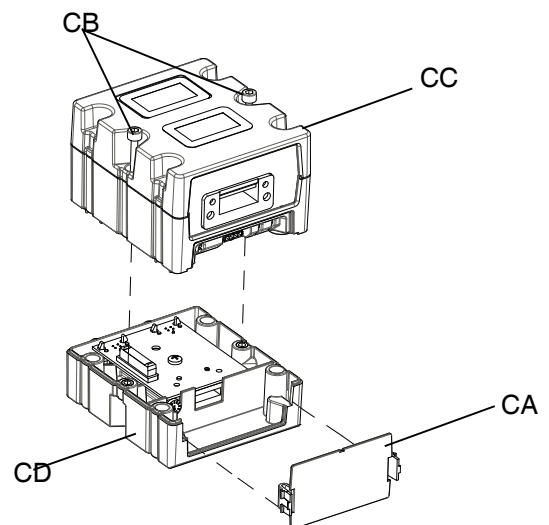

Fig. 38: Desmontaje del CGM
5. Retire la cubierta de acceso del CGM (CA). Afloje los dos tornillos (CB) y desmonte el CGM (CC) de la base (CD) como se muestra en la Fig. 38.